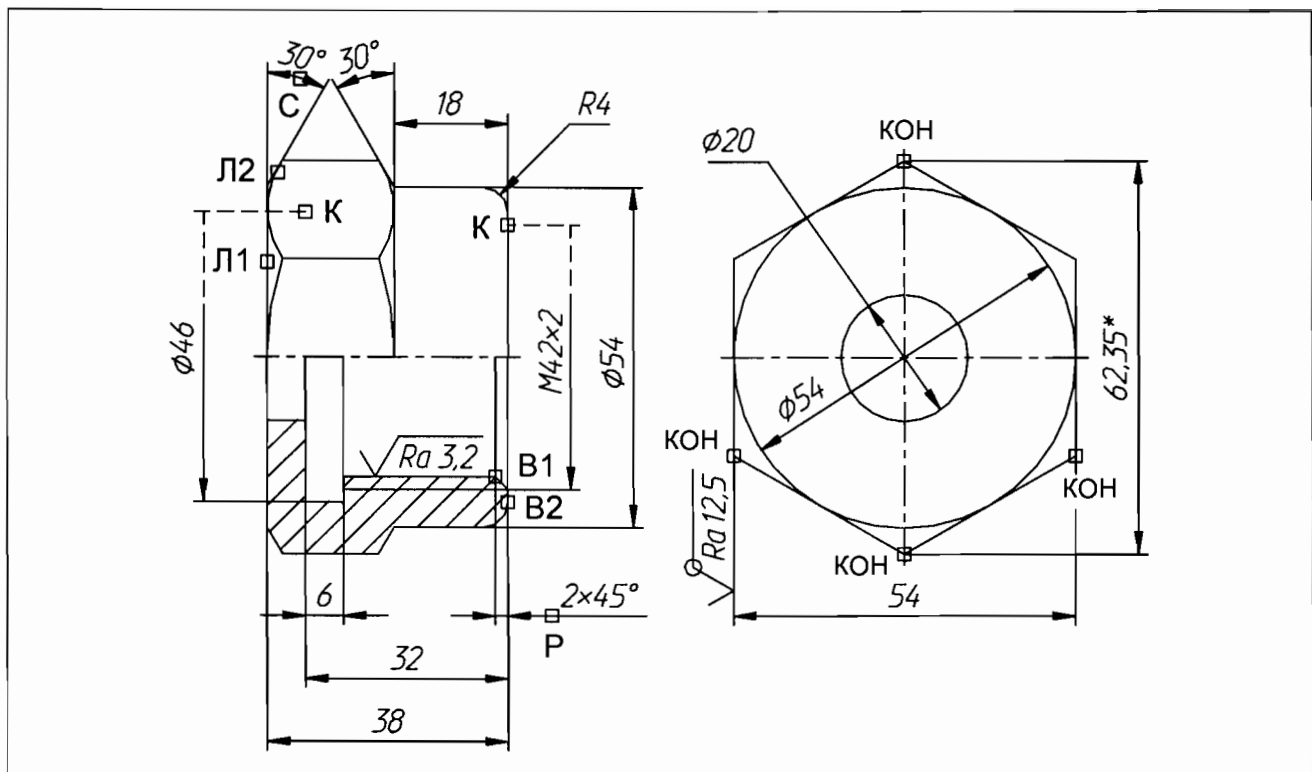

Рис.3
Порядок нанесения размеров (рис.3):
6. Ввести команду **ВСТАВИТЬ**, выбрать из списка блок **Ш1** обозначения шероховатости резьбы и вставить его по месту (см. рис.3). По запросу ввести значение атрибута (параметра шероховатости), равное 3,2.